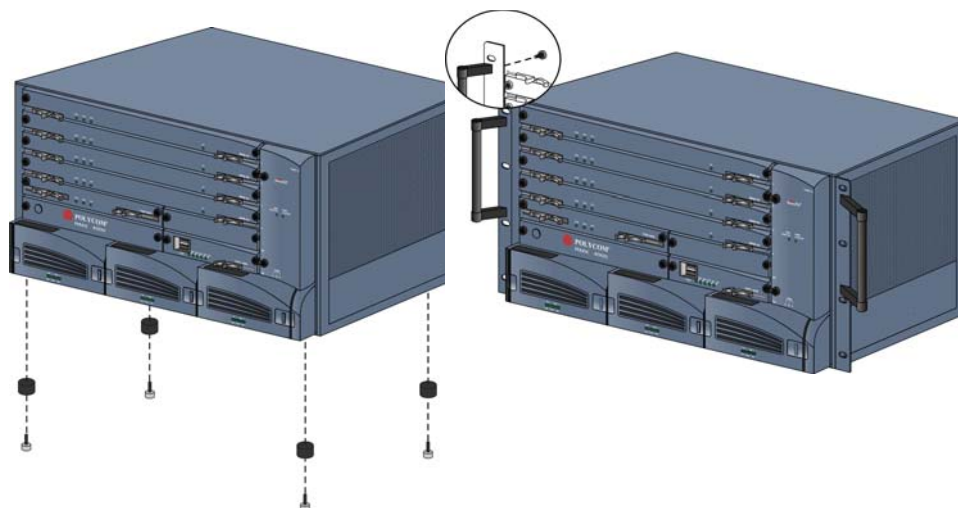

图 1-1 可选 - 移除基脚和手柄
- 可选 - 根据您场地上安装的机架，如果 RMX 4000 上装有手柄，您可能需要将其取下。从基座上拧下手柄，如图 1-1，“可选 - 移除基脚和手柄”中所示。
- 可选 - 如果分配给 RMX 4000 的机架开口刚好为 6U，必须从 RMX 4000 上取下基脚将其安装到机架中。从基座中拧下基脚，如图 1-1，“可选 - 移除基脚和手柄”中所示。